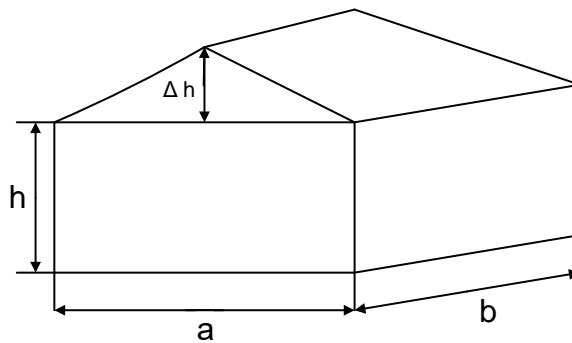

Рис. 2 – Исходные габариты помещения, в котором располагается цех
- d) Ограничения B3:C3 >= B4:C4; B3:C3 <= B5:C5; C12 <= E12 (рис. 2).